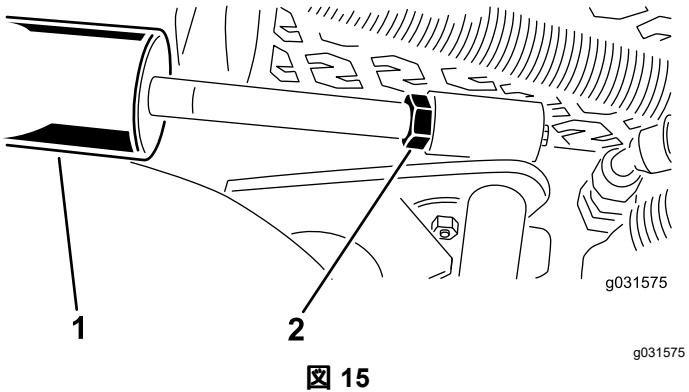

図 15
A. カッティングユニットを降下させ、シリンダについているジャムナットを戻す図 15。